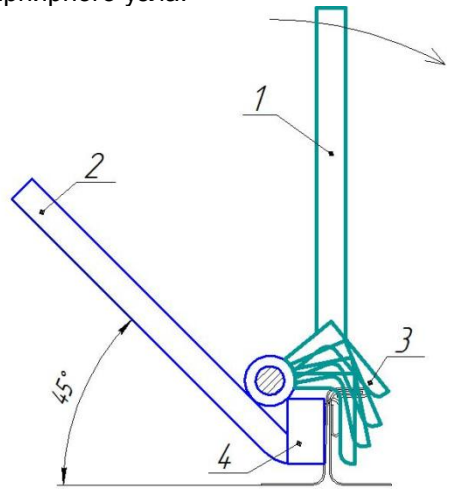

Рис. 3
3.3. Для выполнения 2-гогиба рамку необходимо развернуть на 180 градусов. Далее установить в положение (Рис.3), при котором широкая сторона полосы 4 расположена вертикально и упирается своей наружной поверхностью в охватываемую кромку кровельной панели. При этом ручка 2, соединенная с полосой 4 должна быть неподвижна и располагаться под углом 45 градусов, а ручка 1 из вертикального положения начинает свое